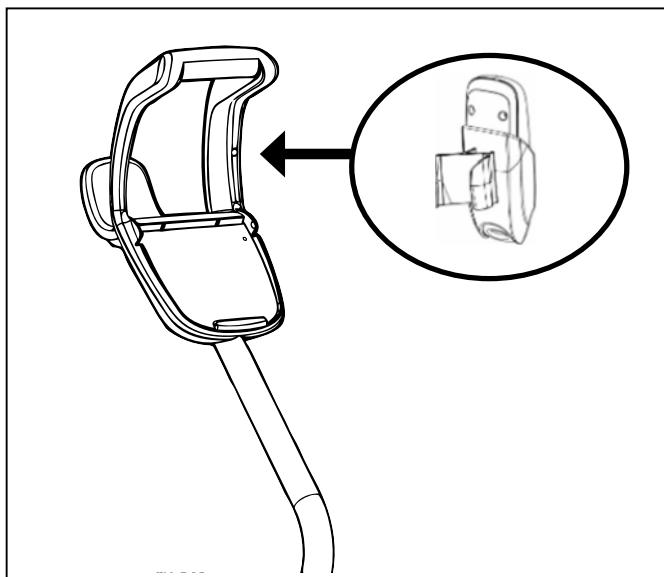

Figure 8. Enclencher le porte-télécommande
9. (9550 Sport/P955) Trouver la goupille située sur le porte-télécommande et l'aligner avec le réceptacle situé sur la poignée du chariot à côté d'accrocher la télécommande au chariot (Figure 8).